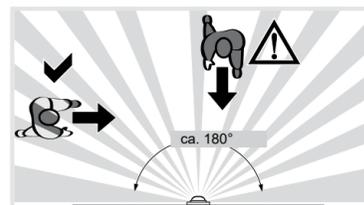

Figura 6: Direzione di movimento e rilevamento
- Rispettare la direzione di movimento: si distingue tra movimento in avvicinamento e movimento obliquo. I movimenti trasversali rispetto al rilevatore di movimento possono essere meglio rilevati rispetto ai movimenti sul rilevatore di movimento (figura 6).